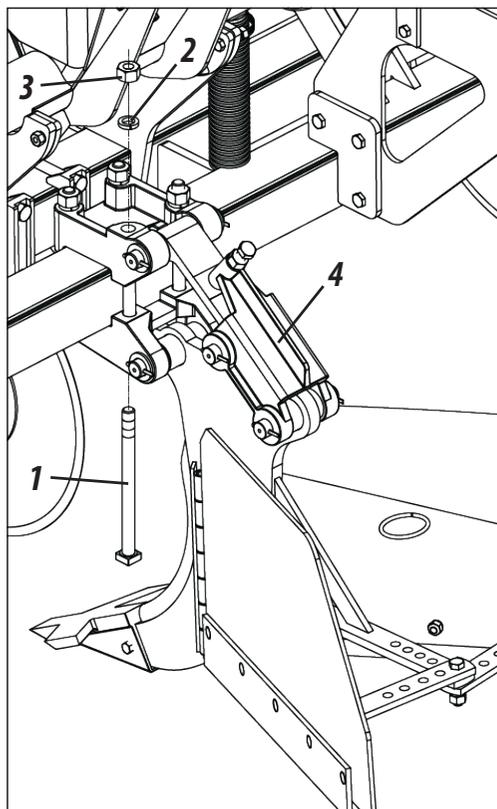

Figura 05
**REGULAGEM DE ESPAÇAMENTO ENTRE HASTES ( FIGURA 05 )**